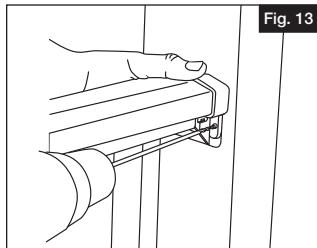
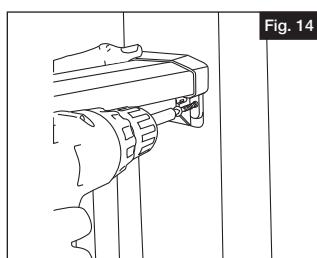

Fig. 13
Fig. 14
Pour permettre la dilatation des barreaux, soulever la traverse supérieure d'environ 1/8 po (3,2 mm). Percer des avant-trous (Fig. 13) pour les supports de montage afin d'éviter de dénuder les vis en acier inoxydable, puis fixer les supports en place à l'aide des vis fournies (I) (Fig. 14).
Para dar cabida a la expansión del barrote, elevar el travesaño superior aproximadamente  $\frac{1}{8}$ " (32 mm). Taladrar los orificios (Fig. 13) para los soportes de montaje con el fin de evitar que se estropee la rosca de los tornillos de acero inoxidable y fijarlos en su sitio con los tornillos suministrados (I) (Fig. 14).